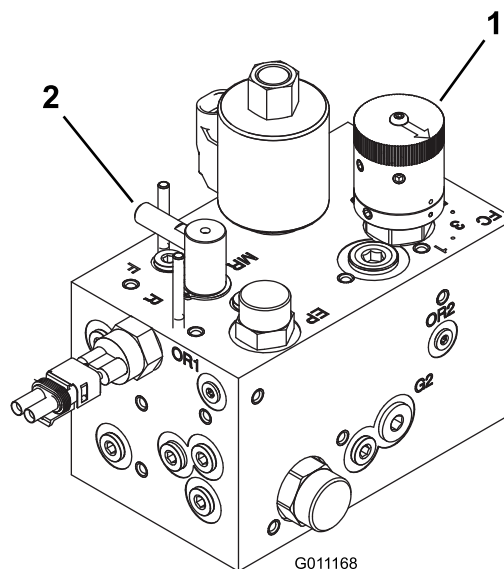

Figura 75
3. Gire el mando de autoafilado a la posición de autoafilado (R). Gire el control de velocidad del molinete a la posición 1 (Figura 75).